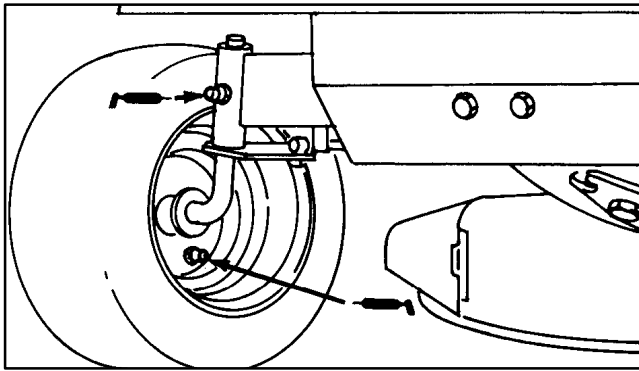

Abbildung 11
1. Die Schmiernippel (4) an den Achsen und Rädern mit einem sauberen Lappen abwischen (Abb. 11). Wenn Lack an der Vorderseite der Nippel vorzufinden ist, diesen abkratzen.
2. Beide Vorderachsen mit Nr. 2 Allzweckfett abschmieren (Abb. 11). Solange Fett einpressen, bis es aus den Achsen hervordringt. Überflüssiges Fett abwischen.
3. Beide Vorderachsen mit Nr. 2 Allzweckschmierfett abschmieren (Abb. 11). Die Fettpresse solange betätigen, bis Fett zum Vorschein kommt. Überflüssiges Fett abwischen.